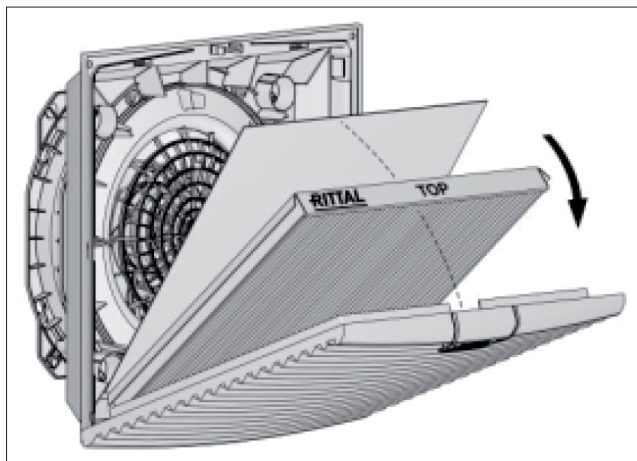

Bild 9: Inbyggnad av finfiltermatta IP 55
- Gäller endast IP 55: Lägg den absorberande fiberduken som medföljer finfiltermatta för IP 55 på det redan ilagda finfiltermattan (se bild 9). Det spelar ingen roll i vilken riktning den absorberande fiberduken läggs.